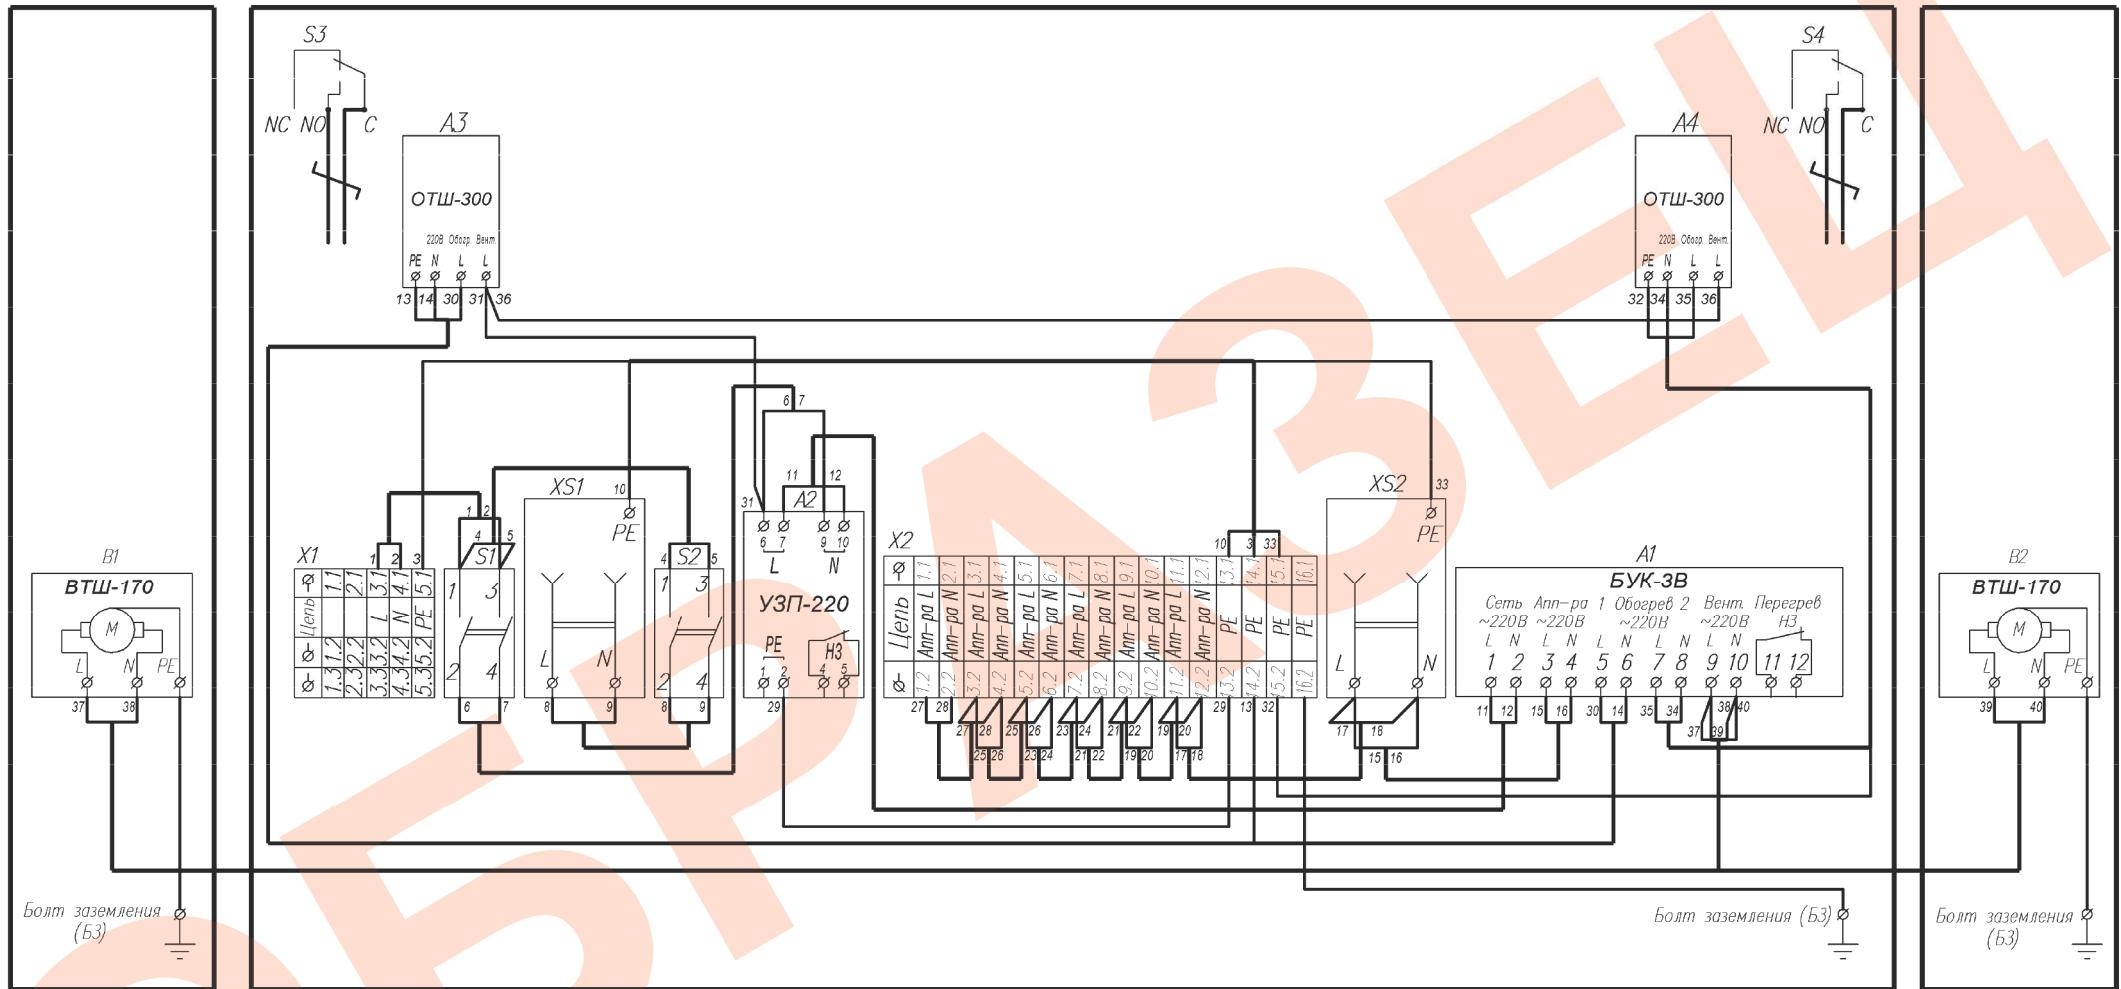

Рис.2 Схема электрическая принципиальная.
Температура отключения питания аппаратуры устанавливается переключателем «Откл. аппаратуры» температура включения обогрева устанавливается переключателем «Вкл. обогрева», температура включения вентилятора устанавливается переключателем «Вкл. вентилятора» (рис.2). Производителем выставлены следующие значения:
7. Заземлить термошкаф, цоколь и панель дна, используя болт заземления цоколя и свободную клемму PE (рис.2).
Подключение цепей термошкафа производится в соответствии со схемой электрической принципиальной (рис.2). Для подключения необходимо: